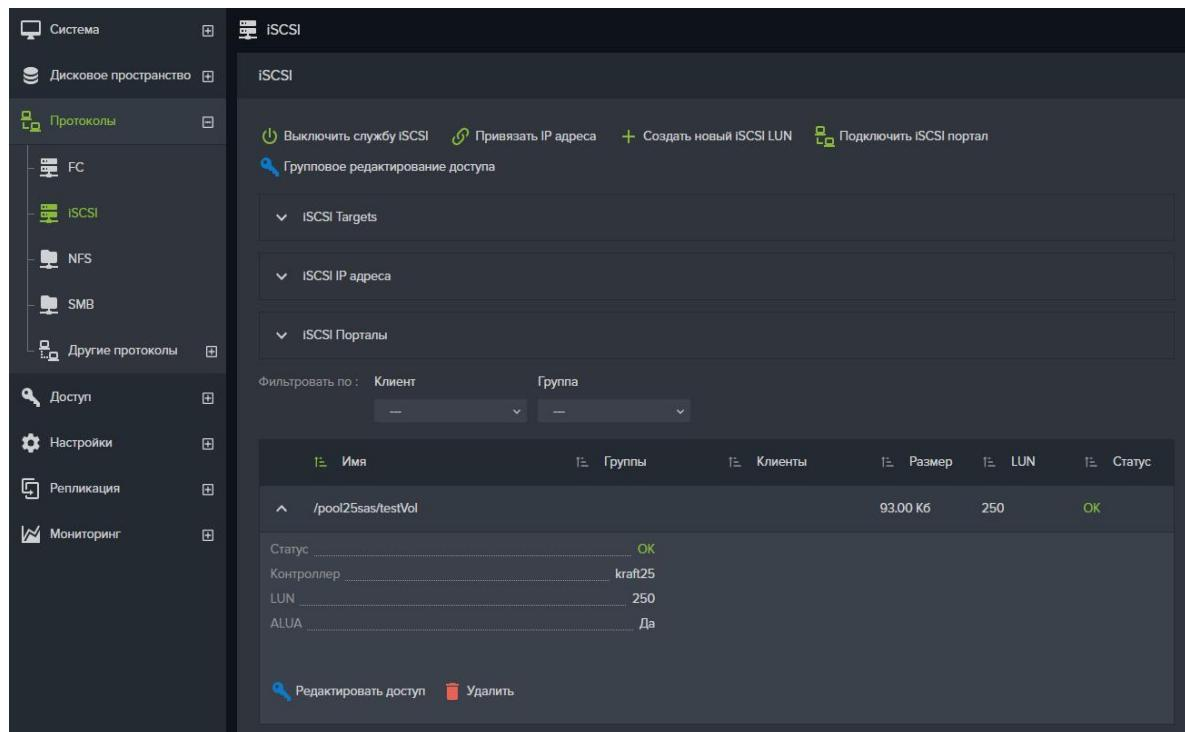

Рисунок 57. Свойства iSCSI LUN
2. Выберите нужный iSCSI LUN из списка, развернув его панель свойств (см. Рисунок 57);